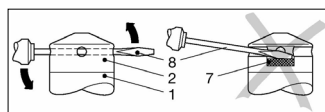

Abb. 2 Abziehen der Schutzkappe
2. Halten Sie mit einer Hand die Sonde am Sondenteil (Abb.2 - 1) fest.
3. Ziehen Sie mit der anderen Hand die Schutzkappe (Abb.2 - 2) ab.
2. Schieben Sie ein dünnes Werkzeug (Abb.2 - 8), z. B. einen Schraubendreher, gerade durch zwei gegenüberliegende Bohrungen der Schutzkappe (Abb.2 - 2).
HINWEIS - Messzelle (Abb.2 - 7) unter der Schutzkappe nicht beschädigen!